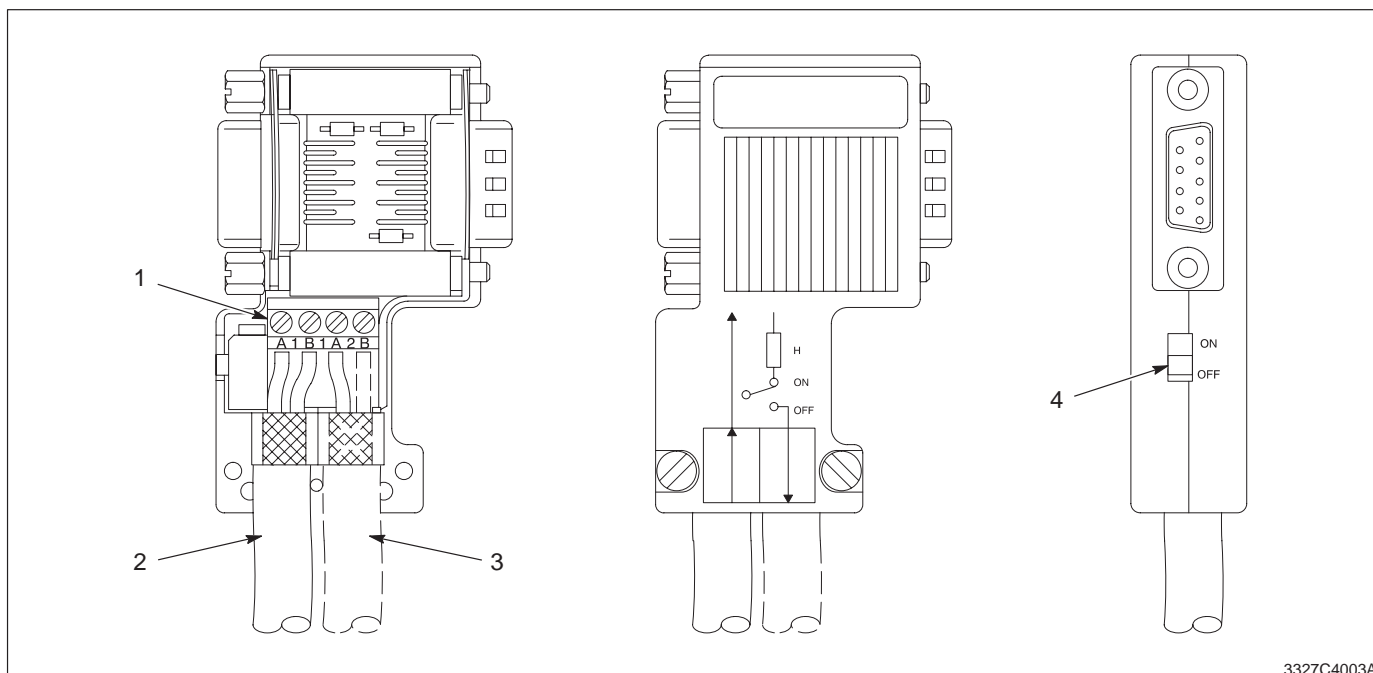

Bild C 2-1 Kontakter för interfacekablar
Se bild C 2-1.
5. Se bild C 2-1.
3. Se bild C 2-1.